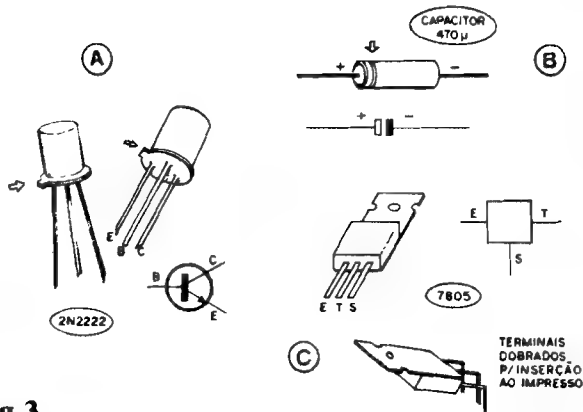

Fig. 3
- FIG. 3 - "MASTIGANDO" ALGUNS COMPONENTES IMPORTANTES... - Normalmente, os componentes das montagens de A.P.E. já estão devidamente identificados, visualmente, ou no TABELAO A.P.E., ou no próprio "chapeado" da montagem... Mas quando algumas peças não muito "usuais" são empregadas nos circuitos, costumamos mostrá-las em detalhes, de **aparência**, **pinagem**, **símbolo** e outros quesitos... Nesse sentido, a figura mostra, no item 3-A, o transistor 2N2222 (usado, no TEDIG, como sensor de Temperatura...), enfatizando que existe, no componente, uma "orelhinha" na base do seu corpo metálico (indicada pelas setas...) a partir da qual podemos, facilmente, identificar a sequência dos nomes e funções dos seus terminais... Outro ponto a ser considerado: o capacitor eletrolítico empregado na montagem, deve ter seus terminais em disposição